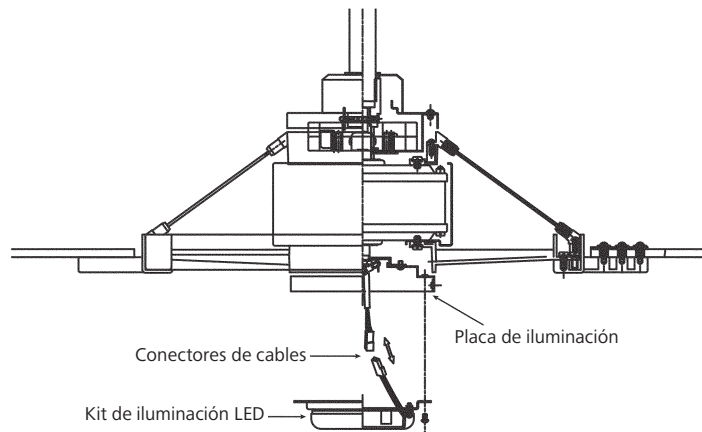

Fig. 17
Paso 1. Afloje los tres tornillos de montaje del lado interno del kit de iluminación LED. (Fig. 17)
Paso 2. Mientras sostiene el kit de iluminación LED por debajo del motor del ventilador, conecte el cableado: (Fig. 17)
Paso 3. Inserte las conexiones en forma ordenada dentro de la placa de iluminación. Coloque los orificios principales del kit de iluminación LED sobre los 2 tornillos aflojados anteriormente de la placa de iluminación, haga girar el kit de iluminación LED hasta que se traben en posición en la sección angosta de los orificios principales. Asegure ajustando los tres tornillos. (Fig. 17)